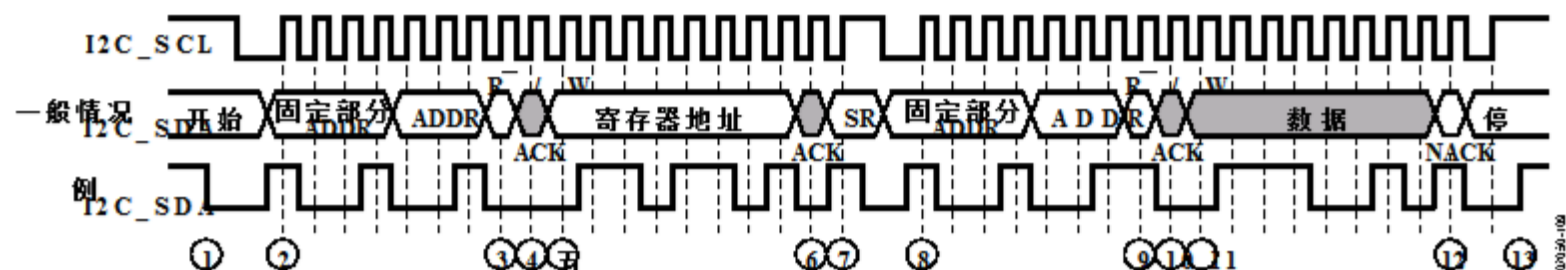

图29. I2C读取过程
要从AD8192寄存器集读取数据，请使用I2C主机（如作为微控制器）需要发送适当的控制信号到AD8192从设备。信号被控制除非另有说明，否则由I2C主控。对于图的过程见图29。读取步骤的步骤是如下：
- 一个发送无应答，然后发送停止条件（同时保持I2C_SCL线为高电平，拉SDA线路高）并释放总线的控制结束交易（如图29所示）。